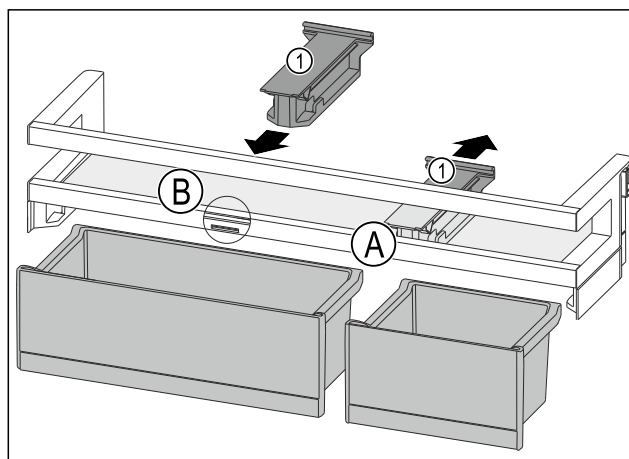

Fig. 224
- ▶ Изтеглете задържащата част Fig. 224 (1) на позиция Fig. 224 (A) назад.
- ▶ Поставете задържащата част Fig. 224 (1) на позиция Fig. 224 (B).